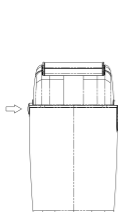

Fig. 1
1. Apăsăți butonul de eliberare de pe părțile laterale ale aparatului de bărbierit și scoateți ansamblul capului (vezi Fig. 1 și 2).